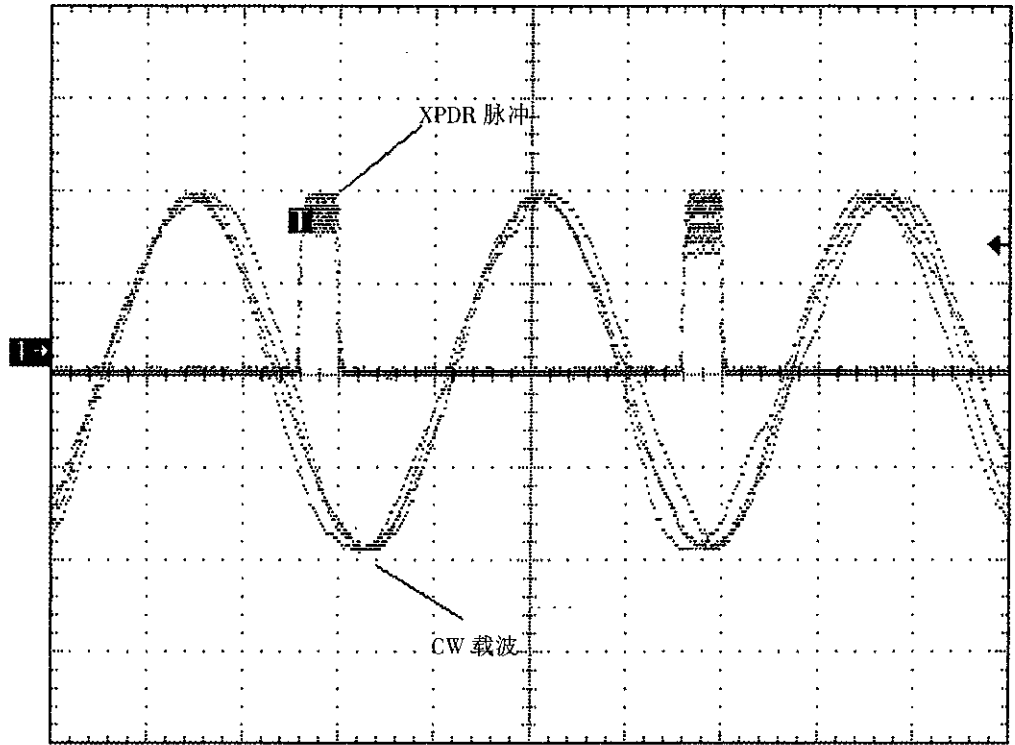

图 17
6.2.17.4 将“CW/NORM/OFF”置于“CW”，调节示波器，观察载波的脉冲电平与XPDR的脉冲电平之间误差小于2%，参见图17。按公式(1)计算，将结果填入附录C表C25中。